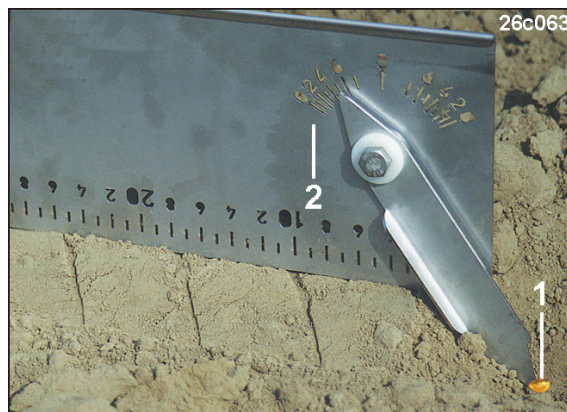

Рис. 186
3. Разместите универсальное приспособление для проверки заделки (Рис. 186) горизонтально на земле
4. Приложите острие стрелки (Рис. 186/1) к семени и считайте глубину заделки на шкале (Рис. 186/2).